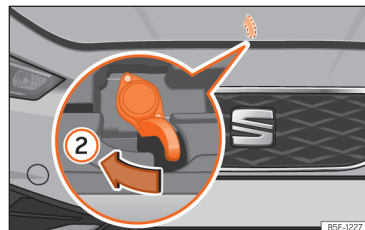

Рис. 225 Важіль відкривання капота.
- Щоб відкрити капот, натисніть униз долонею на важіль під капотом в центрі >>> **рис. 225 ②**. Заскочки замка вивільняться.